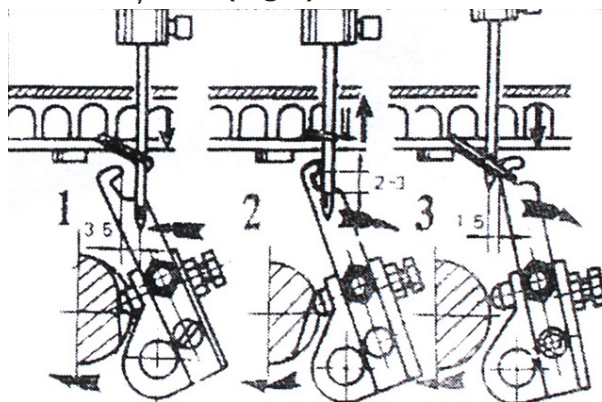

Fig.6
4.5. POZIȚIA ADECVATĂ A ACULUI ȘI CROȘETEI (FIG.6)
- Când acul coboară în poziția sa cea mai joasă, distanța dintre axa sa și vârful croșetei va fi de aproximativ 3,5 mm. (Fig.6, poz.1);
crestăturii din ac cu o deschidere de cel mult 0,20 mm, în timp ce distanța dintre partea inferioară a vârfului croșetei și partea superioară a ochiului de ac va fi de 2 ~ 3mm. De asemenea, între vârful croșetei și suprafețele inferioare ale acului va fi 2 ~ 3mm (Fig.6, poz.2);
- Când croșeta preia o buclă de fir, ajunge în partea dreaptă a acului iar acesta coboară și trece prin bucla. În această poziție relativă, distanța dintre partea din spate a croșetei și axa acului va fi de 1,5 mm (Fig.6, poz.3).